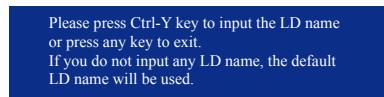

图6
5. 设置完成后的后，按下<Ctrl>+<Y>键储存设置值后将出现如图6的画面。按下<Ctrl>+<Y>键自行设置磁盘阵列名称，若无输入，将自动使用预设的名称。